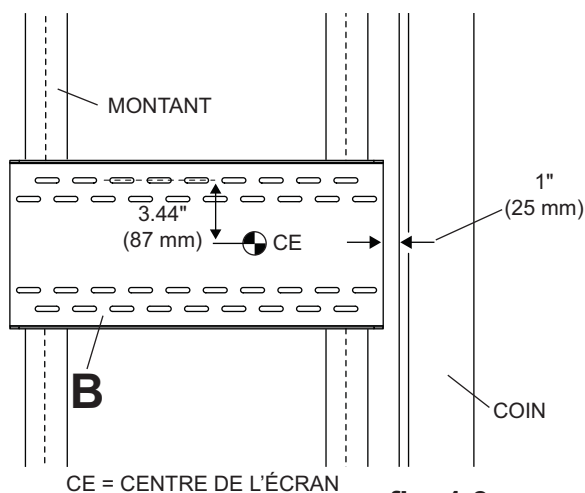

fig. 1.3
**1 REMARQUE :** Si les supports de haut-parleurs sont installés sur les côtés du support d'encoignure, la taille de l'écran ne peut excéder 40 po. Voir page 48 pour l'installation du support de haut-parleurs. Mesurez 1 po (25 mm) à partir du coin du mur et marquez l'emplacement du bord intérieur de la plaque murale. Les fentes de montage supérieures de la plaque murale doivent être situées à 3,44 po (87 mm) au-dessus de l'endroit souhaité pour le centre de l'écran comme illustré à la fig. 1.3 en page 38. Mettez la plaque murale à niveau (**B**), alignez-la sur l'endroit que vous avez marqué pour le bord intérieur de la plaque murale et marquez quatre fentes alignées sur le centre des montants. Répétez l'opération pour la plaque murale du mur opposé. Percez des trous de 1/4 po (6 mm) de dia. à une profondeur minimale de 2,5 po (64 mm). Insérez les chevilles d'ancrage (**P**) dans les trous au ras du mur comme illustré (à droite). Posez la plaque murale sur les chevilles d'ancrage, en veillant à ce que les plaques murales soient de niveau, et fixez-les à l'aide de vis à bois #14 x 2,5 po (**Q**).